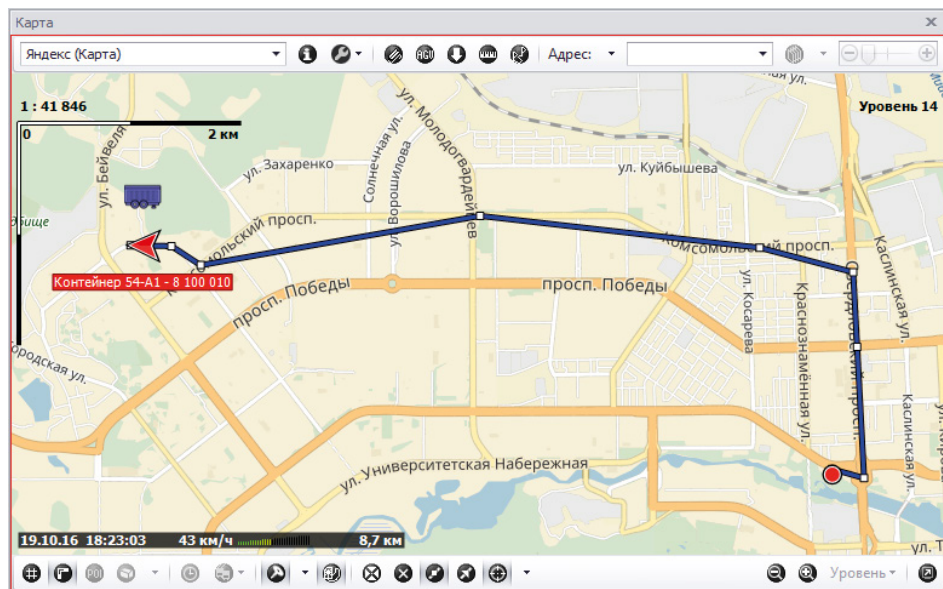

Рис.7. Трек контейнера, оснащенного меткой «ТК-МАРКЕР-ВТ».
- На Рис.7 показан трек контейнера, построенного в диспетчерской программе «АвтоГРАФ 5 ПРО» по координатным точкам из data-файла метки «TK-MARKER-BT».